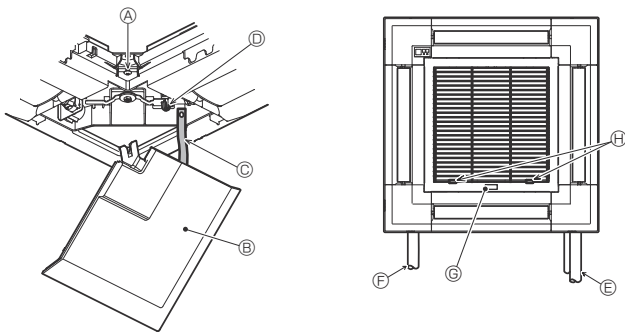

Fig. 9-11
9.5. Het inlaatrooster monteren (Fig. 9-11)